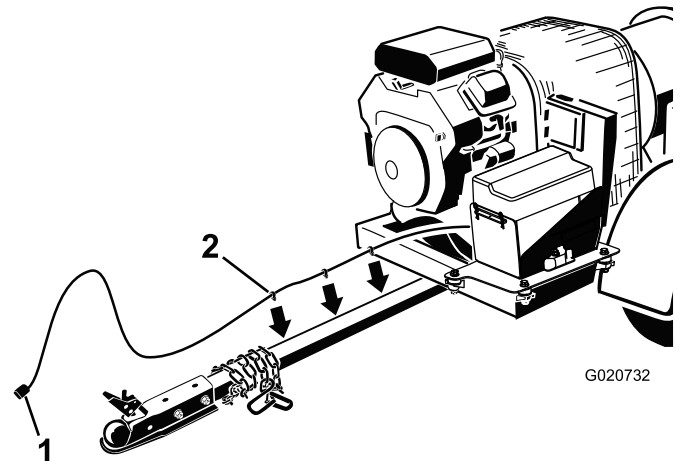

Figure 6
3. Acheminez le faisceau le long du côté droit du tube d'attelage (Figure 6).
4. Insérez les clips de faisceau dans les trous sur le côté du tube d'attelage pour le fixer en place (Figure 6).